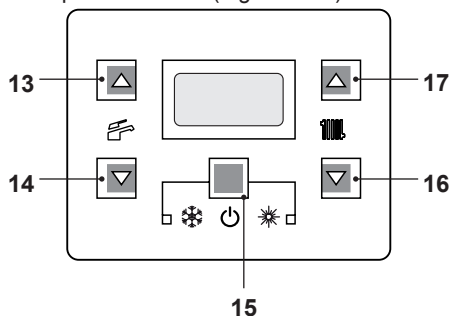
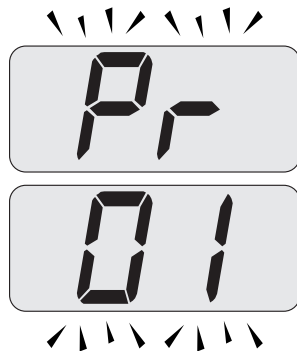

Figura 5.59
Figura 5.60
- Entrare in "modalità programmazione" premendo contemporaneamente per 10 secondi i tasti 15 - 16 - 17 (Figura 5.59) fino a far apparire sul display LCD le lettere **Pr** che si alternano con il codice **01**, indicanti l'entrata nel "parametro 01" (Figura 5.60).
- Premere contemporaneamente i tasti 15 e 17 (Figura 5.59) fino a far apparire sul display LCD il valore del parametro 10 (30=180 secondi) (Figura 5.62).
- Premendo il tasto 15 (Figura 5.59) si ottiene la conferma del valore inserito.
- Premendo contemporaneamente i tasti 15 e 16 (Figura 5.59) si esce senza modificare il valore (ritorno alla lista parametri Figura 5.61)
- Premendo contemporaneamente per 10 secondi i tasti 15 - 16 - 17 (Figura 5.59) si esce dalla "modalità programmazione".